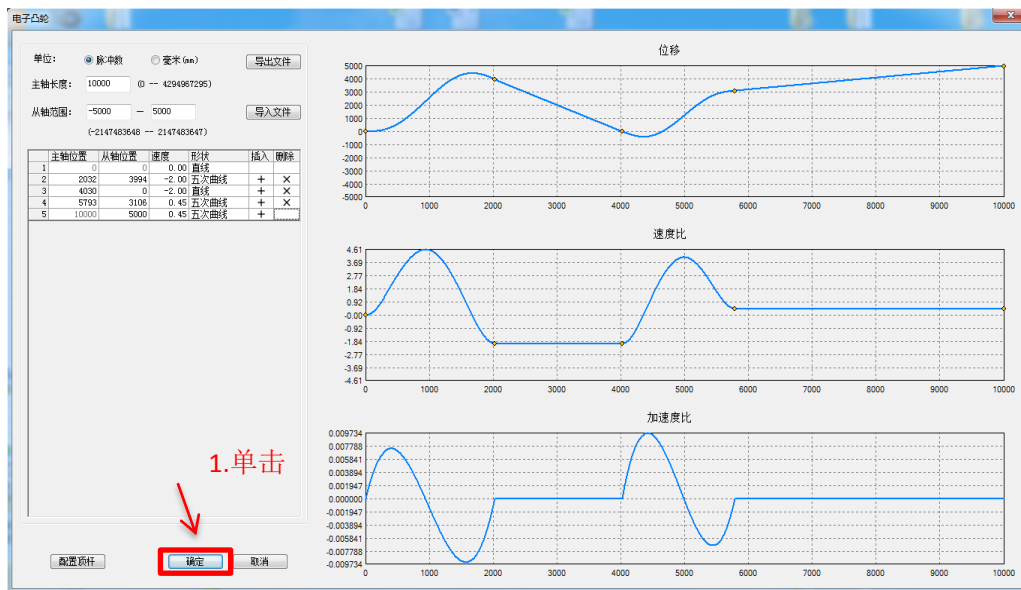

图 3-4
(5) 规划好的凸轮数据表如下图 3-4 所示，单击【确定】后凸轮表数据保存并且退出电子凸轮对话框。